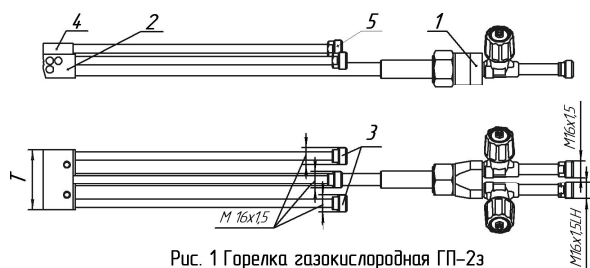

Рис. 1 Горелка газокислородная ГП-2з
4.1 Горелка газокислородная для закалки ГП-2з (Рис.1) состоит из ствола 1, газопламенного наконечника 2, и закалочного наконечника 4, имеющего штуцер подвода закалочной жидкости 5. Газопламенный наконечник состоит из смесительной камеры со съемным инжектором, трубки со штуцерами подвода охлаждающей жидкости 3, и мундштука. Мундштук имеет систему газопламенных сопел и встроенную водяную рубашку охлаждения. На стволе расположены рукоятка, два штуцера подвода газа, и два клапана.
(остальное см. Рис. 1)